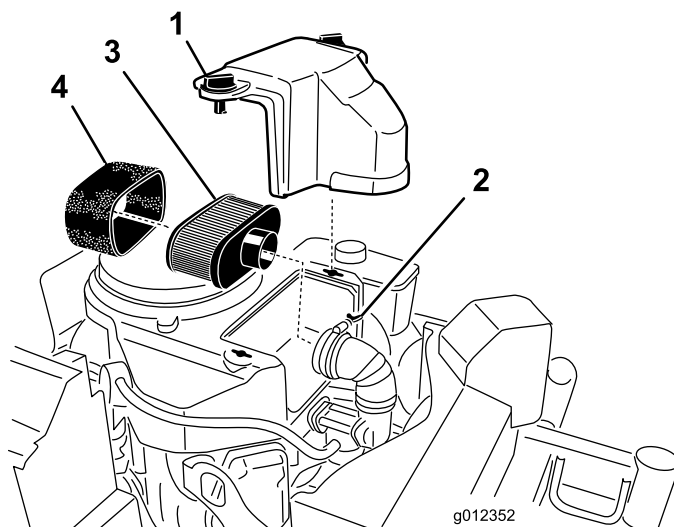

Figure 20
3. Nettoyez la surface autour du filtre à air pour éviter que des impuretés n'endommagent le moteur en tombant à l'intérieur (Figure 20).
4. Dévissez les boutons du couvercle et déposez le couvercle du filtre à air (Figure 20).
5. Dévissez le collier et déposez l'ensemble filtre à air (Figure 20).
6. Sortez délicatement l'élément en mousse de l'élément en papier (Figure 20).
1. Ne nettoyez pas l'élément en papier. Remplacez-le (Figure 20).
1. Glissez délicatement l'élément en mousse sur l'élément en papier (Figure 20).
2. Posez l'ensemble filtre à air sur sa base et fixez-le en place avec les 2 écrous à oreilles (Figure 20).
3. Mettez le couvercle du filtre en place et serrez le bouton (Figure 20).